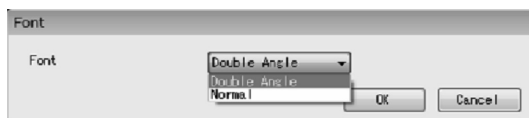

図84
③ 図84のように、「Font」の右側の矢印をクリックしてドロップダウンリストの中から設定するフォントを選択してください。